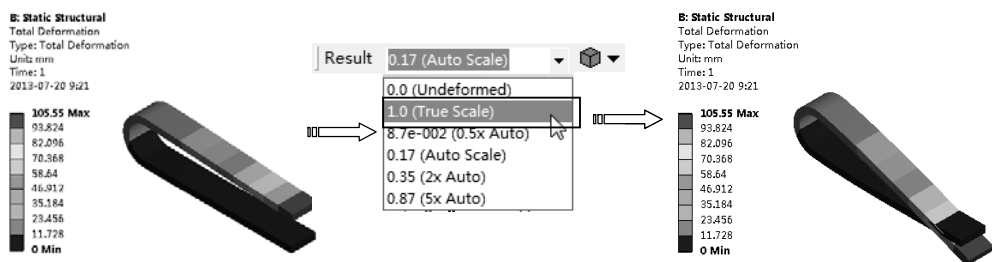

图 8-34 应变云图
2) 应变云图。在【Outline (分析树)】中选择【Solution (B6)】节点，单击其下的【Total Deformation】项 ，在图形窗口显示出应变云图。选择【Result】工具栏上的【1.0 (True Scale)】项，可真实显示应变云图，如图 8-34 所示。